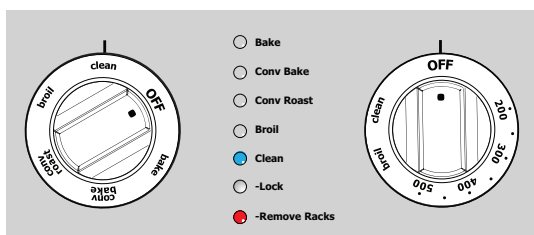

Figure 22 : Sélection de nettoyage initiale
1. Tourner le bouton du four sur « Clean » (autonettoyage). Les témoins lumineux « Clean » (autonettoyage) et « Remove Racks » (enlever les grilles) clignotent pour vous rappeler d'enlever les grilles avant de lancer un cycle d'autonettoyage (Figure 22).